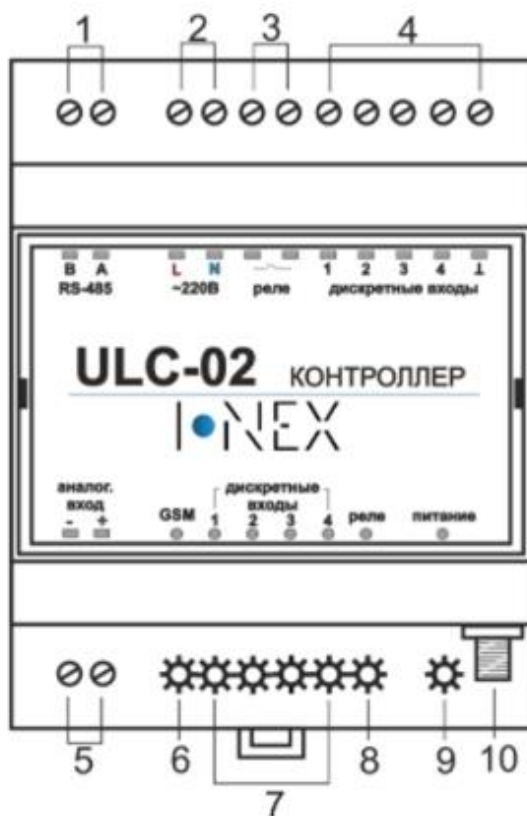

Рисунок 3
8.4.1. ПЛК выпускаются в конструктивном исполнении для крепления на DIN-рейке 35 мм. По продольным сторонам ПЛК расположены клеммные колодки (шаг клемм 5,08 мм.) и светодиодные индикаторы. На верхней продольной стороне расположены клеммные колодки, служащие для подключения интерфейса RS-485 (поз.1, Рисунок 3), напряжения питания ~220 В (поз.2, Рисунок 3), исполнительного устройства (поз.3, Рисунок 3), дискретных датчи-ков (поз.4, Рисунок 3). Порядок подключения дискретных датчиков и исполнительного устройства указан на Рисунке 2.
8.4.2. На нижней продольной панели расположены клеммная колодка, служащая для подключения аналогового датчика (поз.5, Рисунок 3) и индикаторы. Светодиодный индикатор «GSM» (поз.6, Рисунок 3) указывает на состояние связи. Светодиодные индикаторы «Дискретные входы» (поз.7, Рисунок 3) указывают на состояние дискретных входов. Светодиодный индикатор «Реле» (поз.8, Рисунок 3) указывает на состояние дискретного выхода. Светодиодный индикатор «Питание» (поз.9, Рисунок 3) указывает на наличие напряжения питания.
8.4.3. В модификации ULC-02-E установлен разъём для подключения GSM-антенны (поз.10, Рисунок 3).